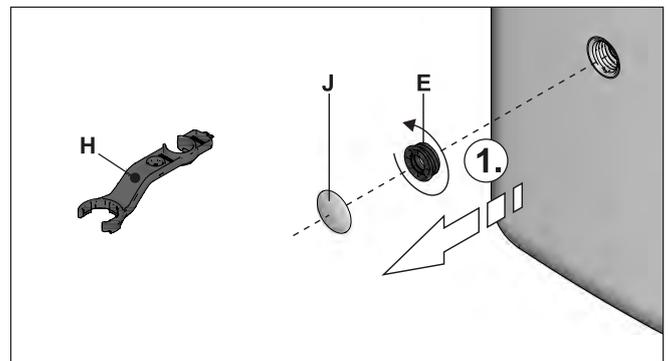

Bild 11-2 Gewindestück herausschrauben
- 1 Abdeckblende (Bild 11-2, Pos. J) am Füll- und Entleeranschluss abbauen.
- Abdeckblende am Handgriff abbauen und Gewindestück (Bild 11-2, Pos. E) aus Speicherbehälter herausschrauben.